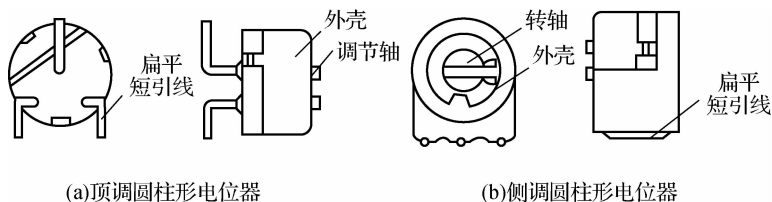

图 1-31 全密封式电位器的结构
(4) 全密封式结构。全密封式结构的电位器有圆柱形和扁平矩形两种形式，具有调节方便、可靠、寿命长的特点。圆柱形电位器分为顶调和侧调两种，如图 1-31 所示。